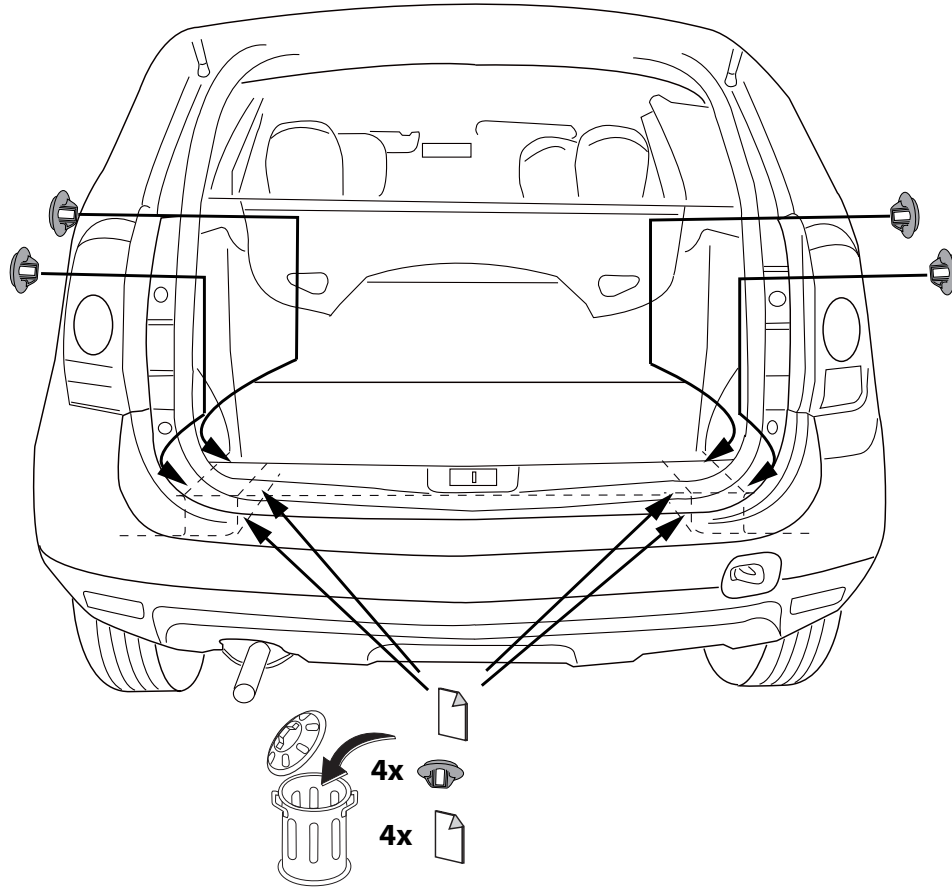

Fig.1
7. Удалить резиновые пробки в указанных точках (см. рис. 1).